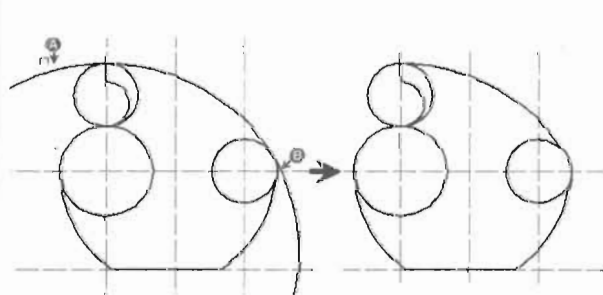

图 3-95
(9) 单击“修改”工具栏中的“修剪”按钮, 将圆形多余部分剪掉, 如图 3-95 所示, 命令执行过程如下。
选择要修剪的对象, 或按住 Shift 键选择要延伸的对象, 或 [栏选(F)/窗交(C)/投影(P)/边(E)/删除(R)/放弃(U)]: // 单击如图 3-95 所示的 A 点
选择要修剪的对象, 或按住 Shift 键选择要延伸的对象, 或 [栏选(F)/窗交(C)/投影(P)/边(E)/删除(R)/放弃(U)]: // 单击如图 3-95 所示的 B 点